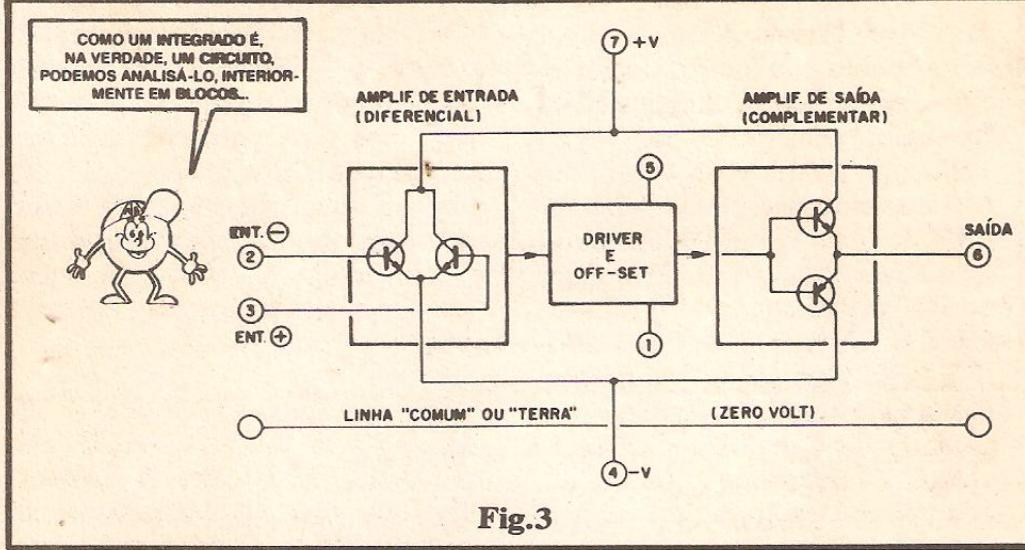

Fig.3
- FIG. 3 - OS BLOCOS INTERNOS DE UM 741 - Basicamente, todo Amplificador Operacional (como o 741...) é formado internamente por um bloco de entrada, na forma de um amplificador diferencial, dotado de duas entradas, uma inversora e uma não inversora, seguindo-se um bloco para controle da compensação ou offset (através do qual podemos, externamente, "forçar" um "zeramento" na saída - detalhes mais adiante...) e driver (excitação), finalmente tudo "desembocando" num amplificador de saída, do tipo complementar (permitindo a excursão do sinal na saída, "para cima" ou "para baixo" de um "zero" nominal ou referencial...). Notem os Leitores/"Alunos", que tanto na figura anterior (2) quanto na presente, toda a identificação numérica dos pinos está lá, indicada dentro dos pequenos círculos... Na fig. 3, contudo, vemos uma linha denominada "comum", "terra" ou "zero volt", em cujas extremidades estão também pequenos círculos, sem a indicação numérica de "a qual pino" se referem... A explicação é simples: essa "linha de terra" corresponde ao "comum" da alimentação externamente aplicada, fazendo parte, portanto, do arranjo circuital onde o Amp.Op. vai ser aplicado, conforme explicaremos logo adiante... Normalmente o 741 (e todos os Amp.Ops.) são energizados por fontes "divididas" (split, em inglês...), constando de uma linha positiva (+V), uma negativa (-V) e uma linha de "terra", também chamada de "comum", ou de "zero volt"... Essa especial configuração das linhas de alimentação permitem - como já foi dito - que tanto o nível quanto a própria polaridade do sinal obtido
do as Entradas sob rigorosamente idênticas Tensões... Para nos ajudar na COMPENSAÇÃO ou no chamado controle de OFF-SET (anulação da "Tensão de Erro"), estão lá, no 741, os pinos 1 e 5... Basta intercalarmos um trim-pot (ou potenciômetro) de 10K entre tais terminais, levando o cursor do componente ajustável à linha do negativo da alimentação. Girando lentamente o tal resistor variável (em algumas aplicações super-rigorosas podemos até aplicar um trim-pot tipo "multi-voltas"...), compensamos as polarizações internas do bloco driver do 741 (ver fig. 3) e levamos a Tensão de Saída realmente a "zero" (o que poderá ser indicado pelo "centramento" do ponteiro, num voltímetro de zero central, conforme sugere o diagrama...), estando ambas as Entradas devidamente "aterradadas"...